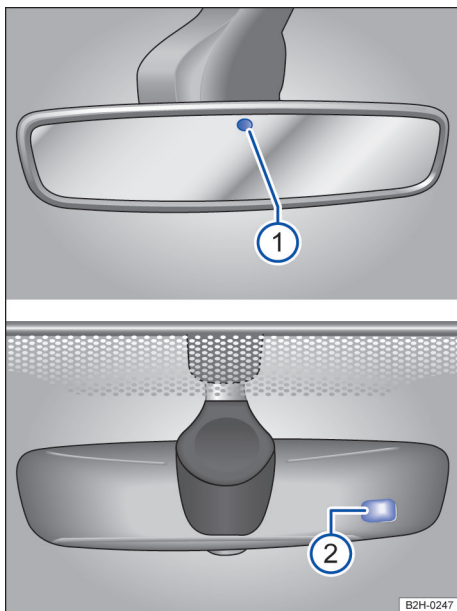

Fig. 85 No para-brisa: espelho retrovisor interno com antiofuscante automático.
◀ Com a ignição ligada, os sensores medem a incidência traseira → Fig. 85 ① e dianteira ② da luz. Dependendo dos valores medidos, o espelho interno tem efeito ofuscante *automaticamente*. ▶